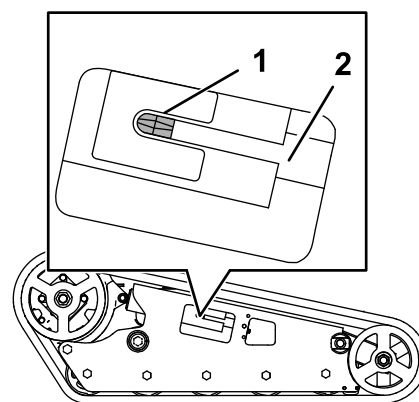

Figura 61
12. Usando una llave de carraca de 1/2", gire el tornillo tensor en sentido antihorario hasta que esté apretado del todo (Figura 61).
21. Compruebe que el tornillo tensor está apretado del todo (Figura 61).